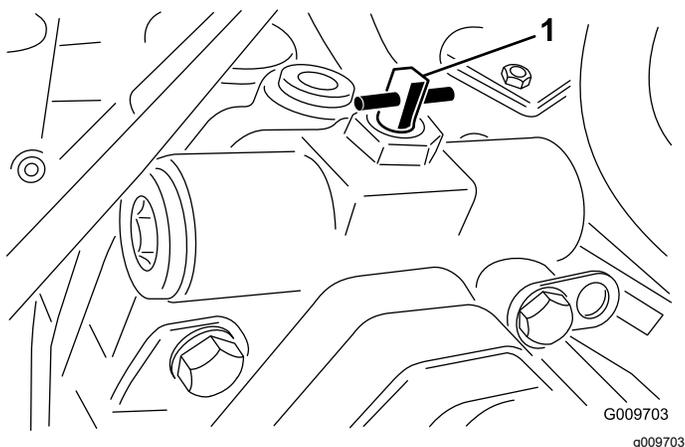

Figura 65
3. Rode a válvula de derivação 90° (1/4 de volta) em qualquer direção, para permitir a passagem interna do fluido (Figura 65).
- Rode a válvula de derivação 90° (1/4 de volta) em qualquer direção, para permitir a passagem interna do fluido (Figura 65).